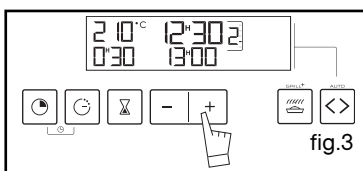

fig.3
• Tourne broche fig.3
Ajustez le réglage de l'heure avec les touches + ou - (fig.3).
Exemple : 30 min de cuisson (fig.3).
- 0:00 et la durée clignotent (fig.3).
Exemple : position “” -> gradins 1 ou 2 conseillés (fig.3).